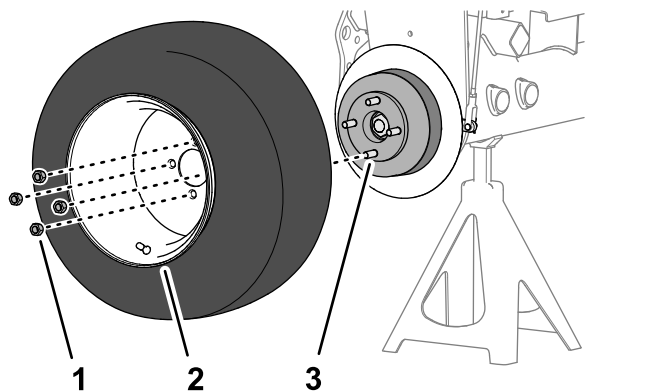

Bild 62
1. Entfernen Sie die vier Radmuttern, mit der das Vorderrad an der Nabe befestigt ist, und nehmen Sie das Rad ab (Bild 62).